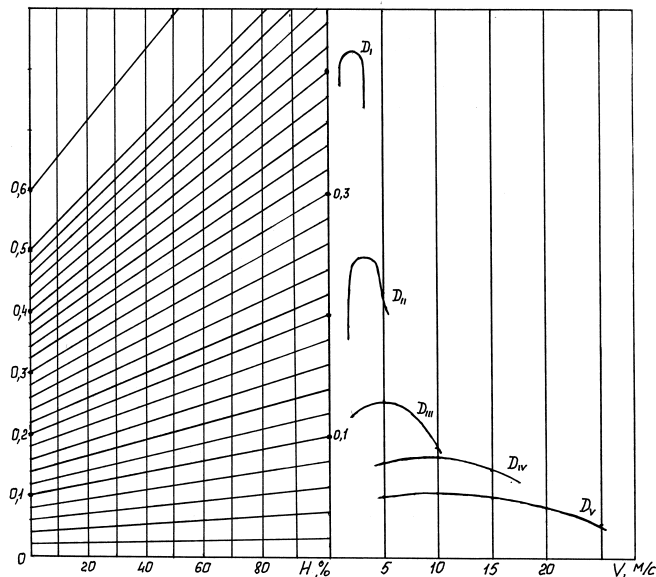

Рисунок 1. Динамическая характеристика с номограммой нагрузок
1. Автомобиль, полная масса которого 8,25 т, движется равномерно с грузом 1,5 т со скоростью 25 м/с. Используя динамическую характеристику с номограммой нагрузок (рис.1), найти мощность двигателя, если грузоподъемность автомобиля 5 т, фактор обтекаемости  $3,05 \text{ Н} \cdot \text{с}^2/\text{м}^2$ , мощность двигателя на 16% больше мощности на колесах.